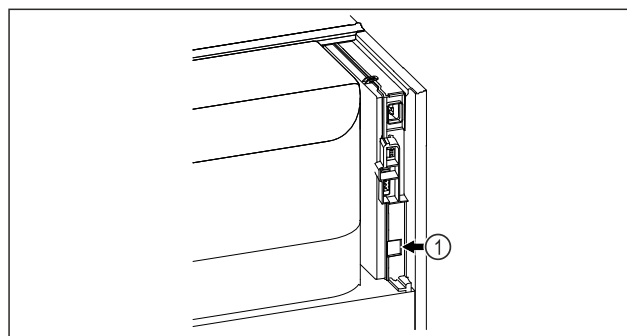

Fig. 61
- SmartModule Fig. 61 (1) er indsat.